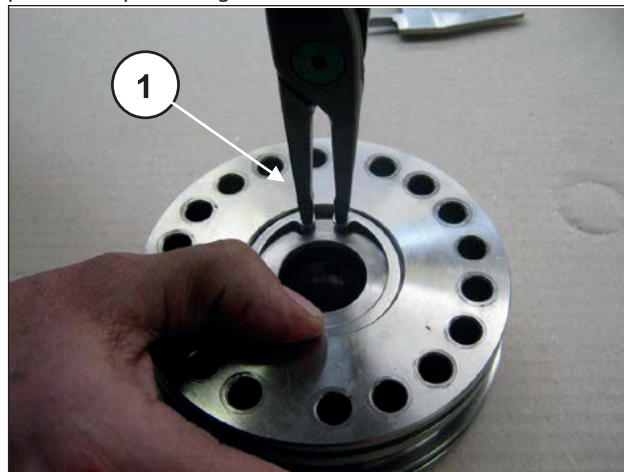
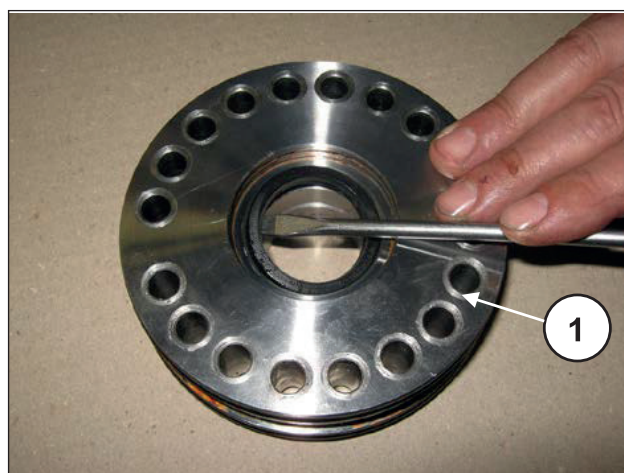

Fig. 190
Fig. 191
Rimuovere l'anello seeger e l'anello di ritegno tenute (pos. ①, Fig. 190) dal supporto guarnizione LP e con l'aiuto di un cacciavite estrarre la guarnizione di tenuta LP (bassa pressione) (pos. ①, Fig. 191).